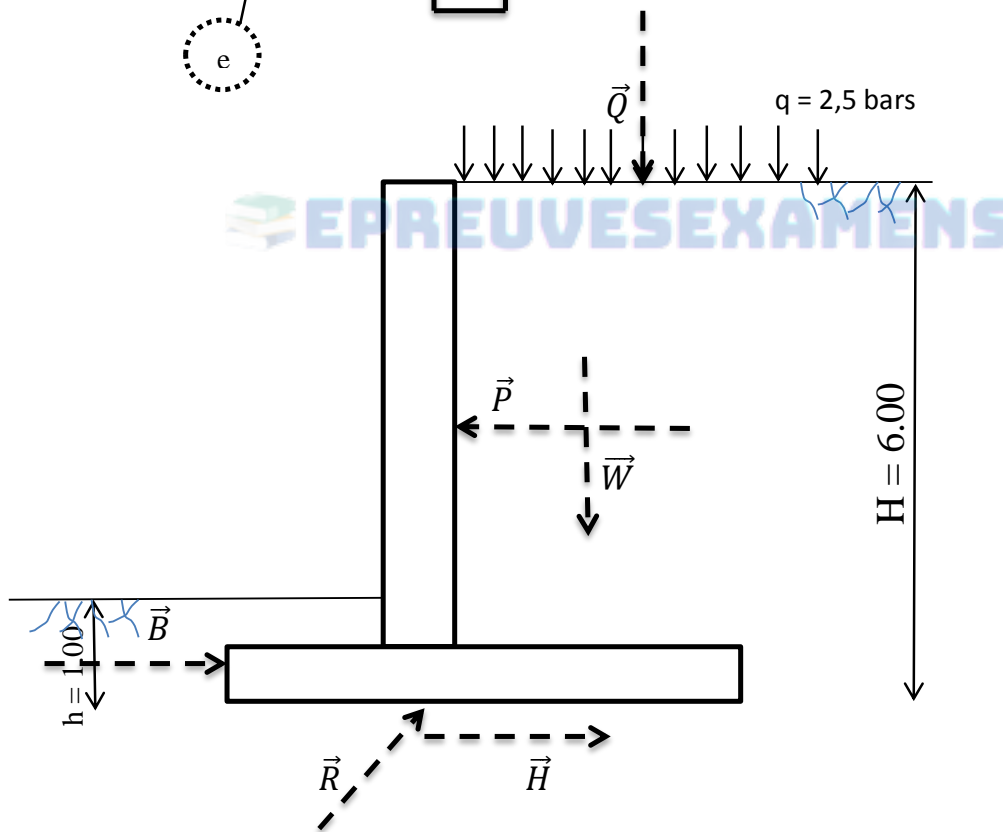

Figure 2
On considère maintenant le mur de soutènement de la figure 2. L'étude porte sur longueur d'un (1) mètre linéaire. Les données sont les suivantes :